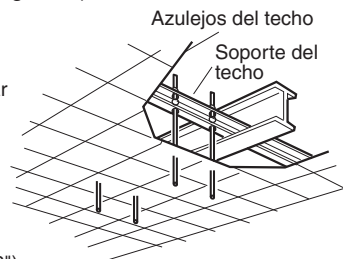

Fig. 3-12
- Utilice los soportes del techo existentes o construya un soporte adecuado (Fig. 3-12).